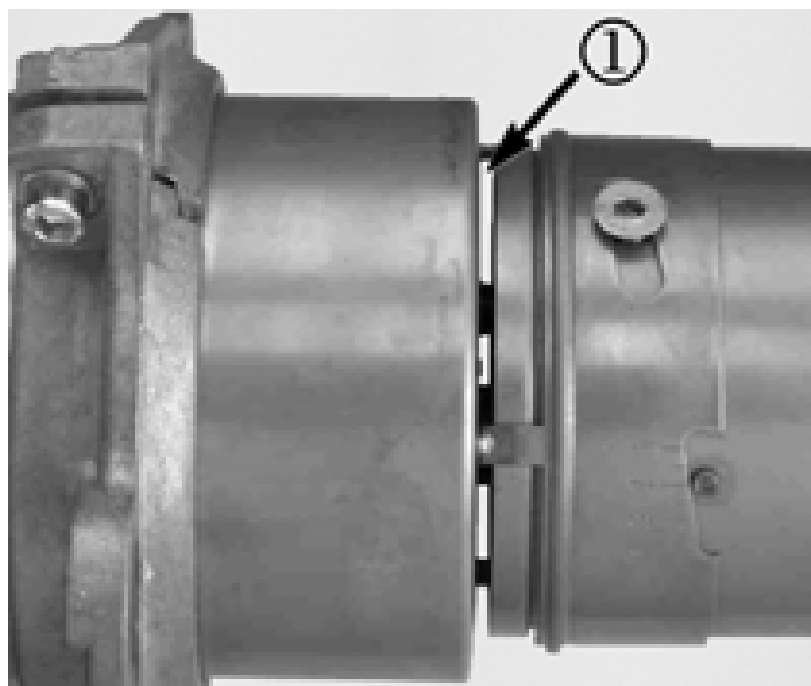
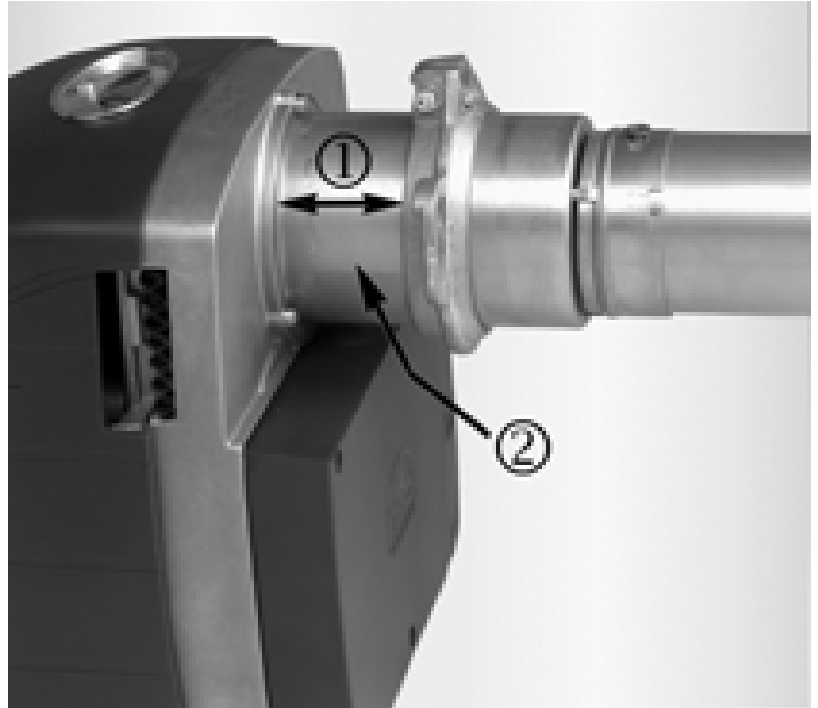

Abb. 13: Rezirkulation RE 1H / RE 1HK
Abb. 14: Rezirkulation und Brennerrohrflansch RE 1H / RE 1HK
- Anpassung an Feuerraumtiefe (Maß L, s. Abb. 14)
Bei der Montage des Brenners ist darauf zu achten, dass die Rezirkulationsschlitze (s. Abb. 13 und Abb. 14) im Brennerrohr nicht von der Türauskleidung verdeckt sind.
Legende zu Abb. 14:
Bei „heißen Brennkammern“ und bei sehr kurzen Brennkammern muss der Brenner aus dem Feuerraum herausgezogen werden. Es ist aber darauf zu achten, dass die Rezirkulationsschlitze frei bleiben (s. Abb. 13). Da in diesen Kesseln sehr hohe Temperaturen herrschen, ist eine übermäßige Temperaturbelastung des Stützrohres zu vermeiden. Hier entstehen ansonsten Probleme, die sich u.a. in verkrackten Öldüsen, Ölablagerungen im gesamten Brenner einschl. Ansaugkasten, verschmutzten QRC's, verbrannten Zündkabeln etc. äußern.